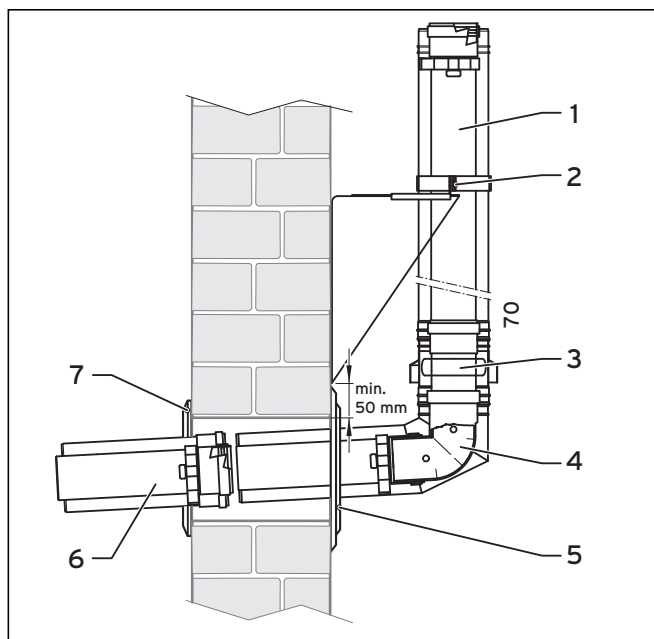
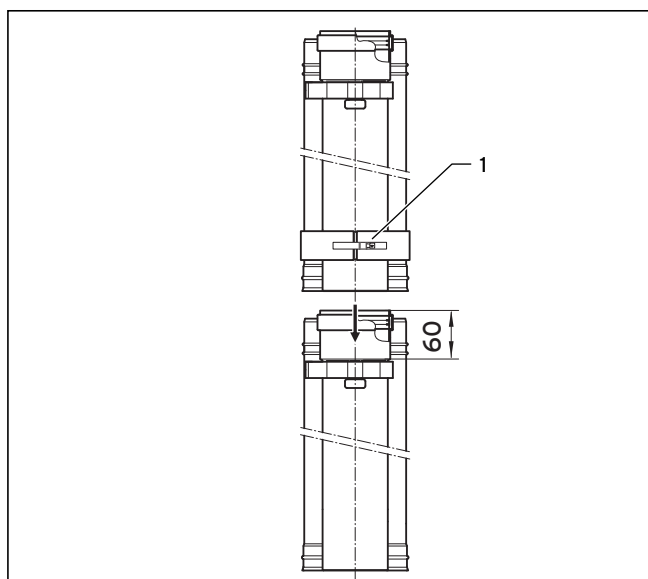
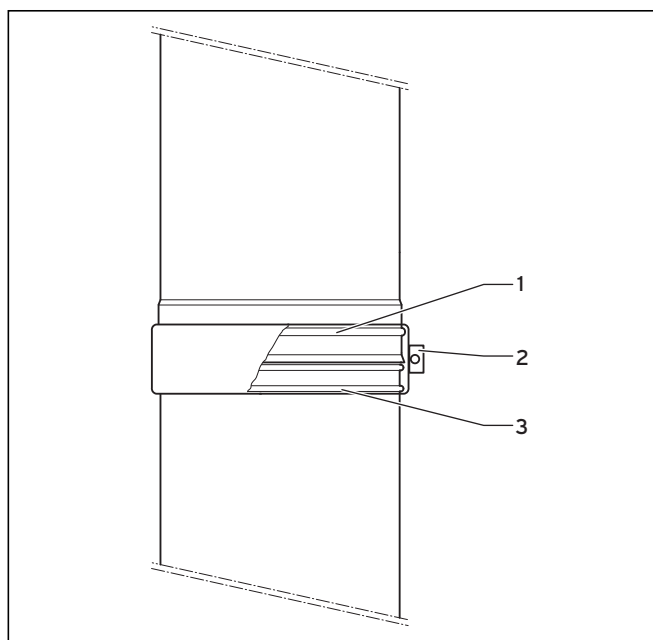

Fig. 6.23 Montaggio del raccordo per il condotto sulla parete esterna
Fig. 6.24 Assemblaggio dei componenti di evacuazione fumi del sistema esterno
Fig. 6.25 Bloccaggio degli elementi della parete esterna con fascette
- Applicare una fascetta stringitubo (1, fig. 6.24) rispettivamente su una prolunga per parete esterna (1, fig. 6.23) e sull'elemento di aspirazione dell'aria (3, fig. 6.23).
- Inserire l'elemento di aspirazione dell'aria (3, fig. 6.23) nella curva passante a parete (4, fig. 6.23) fino all'arresto, e la prolunga per parete esterna (1, fig. 6.23) nell'elemento di aspirazione dell'aria (3, fig. 6.23).
- Applicare la fascetta stringitubo (1, fig. 6.24) sulle due nervature esterne (1, 3, fig. 6.25) e stringere il dispositivo di serraggio (2, fig. 6.25).
- Inserire la curva passante a parete (4, fig. 6.23) con l'elemento di aspirazione dell'aria e la prolunga nella breccia del muro.
- Applicare il collare della mensola (2, fig. 6.23) alla prolunga per parete esterna e serrare le due viti di arresto.
- Eventualmente accorciare la prolunga bianca (6, fig. 6.23).
- Inserire la prolunga bianca 6, fig. 6.23) dall'interno nella curva passante a parete (4, fig. 6.23).
- Avvitare la rosetta interna (7, fig. 6.23) dall'interno.
- Avvitare la rosetta esterna (5, fig. 6.23) dall'esterno.